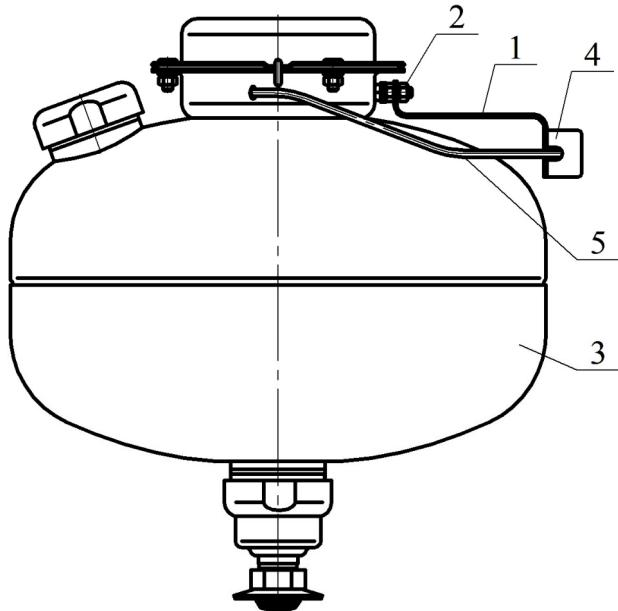

Рисунок 2
е) по заявке Потребителя (см. рисунок 2):
4.1.2 Для удобства монтажа по заявке Потребителя МУПТВ может быть дополнительно укомплектован коробкой монтажной огнестойкой КМ-О 4(к)-IP41-s с кронштейном для монтажа ее на корпусе модуля (см. рисунок 2). В данном случае на кронштейне 1, закрепленном гайкой 2 на фланце МУПТВ 3, установлена коробка монтажная 4. Выводы элемента электропускового 5 ИХГ, вставленные в трубку ПВХ, соединены с коробкой монтажной 4. Соединение МУПТВ с пусковой цепью производится согласно утвержденному проекту.